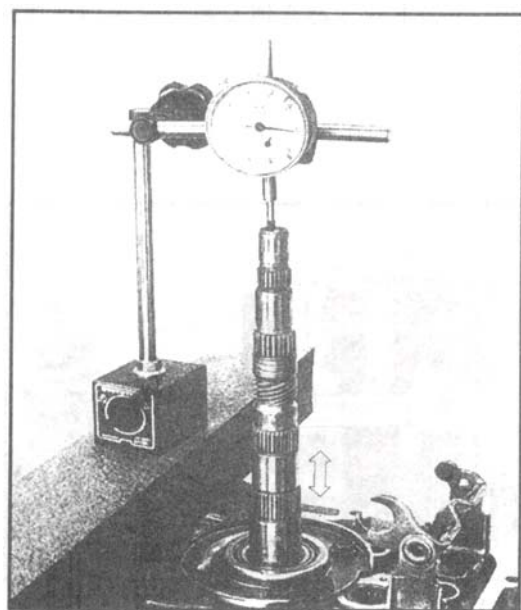

图 4-65 调整输出轴（三）
(3) 在离合器壳上放置一个平台基准，再将具有磁性底座的千分表置于平台基准上。在 1mm 的预紧力时，调零。按图 4-65 箭头方向上下窜动输入轴，读取并记录千分表读数（例如：0.3mm）。注意：测量时，不要转动输出轴，否则轴承会落下，得到错误的测量值。